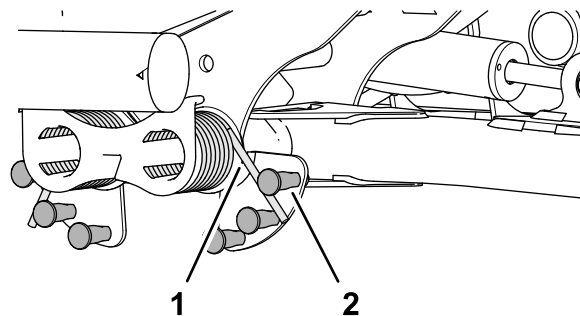

Bild 54
2. Stecken Sie das lange Ende der Gegengewichtsfeder in ein Rohr oder einen ähnlichen Gegenstand und schwenken Sie die Feder um den abgesetzten Bolzen in die gewünschte Position (Bild 54).